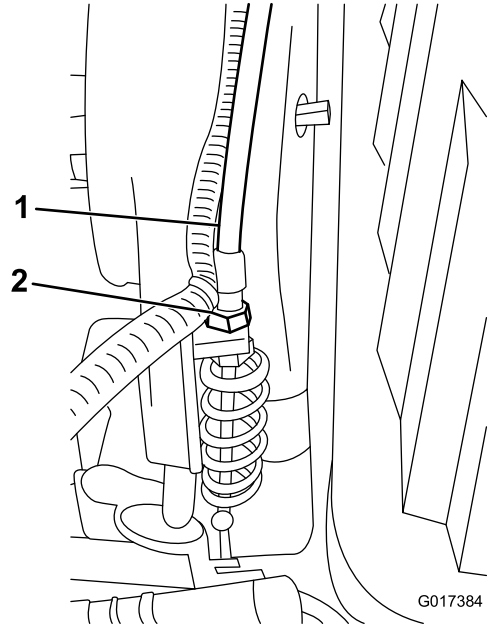

图49
3. 在变速箱隔板上、调整滚刀控制装置拉线（图49）、使弹簧长度达到 70.6~72.4mm。